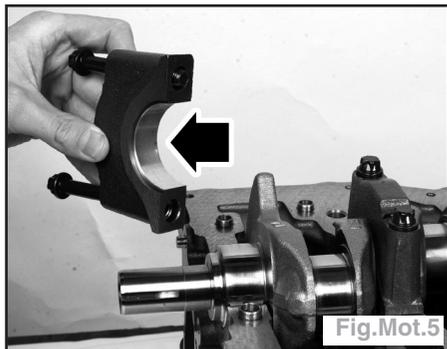

Fig.Mot.5
- (15) Capteur accéléromètre
- (16) Bloc-cylindres
- (17) Coussinets de bielle
- (18) Bielle
- (19) Anneaux d'arrêt
- (20) Axe de piston
- (21) Piston
- (22) Segment racleur
- (23) Segment d'étanchéité
- (24) Segment coup de feu
- Monter les coussinets lisses à l'aide d'un centreur approprié (**outil Renault Mot. 1493**) dans le chapeau de palier de vilebrequin n° 5 (Fig.Mot.5).